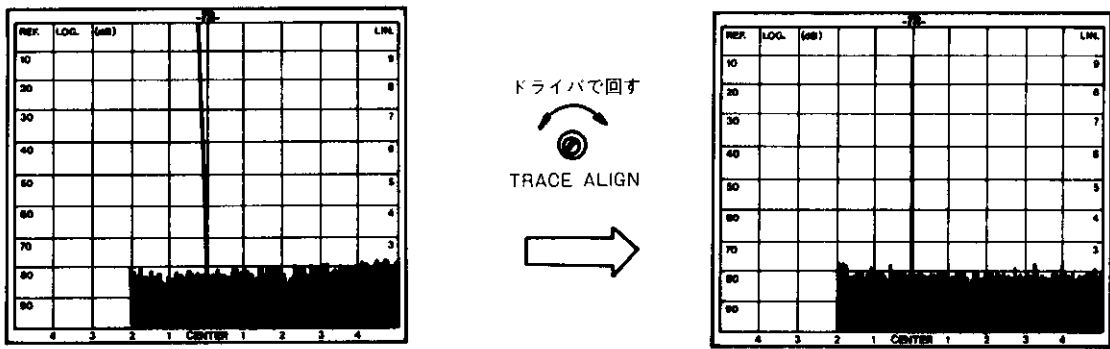

図 3-1 輝線傾きの調整
7. CRT ディスプレイの垂直軸目盛に対して、ゼロ周波数の波形が傾いている場合は、正面パネル上の **TRACE ALIGN** ボリュームをドライバで回して調整します。〔図3-1〕